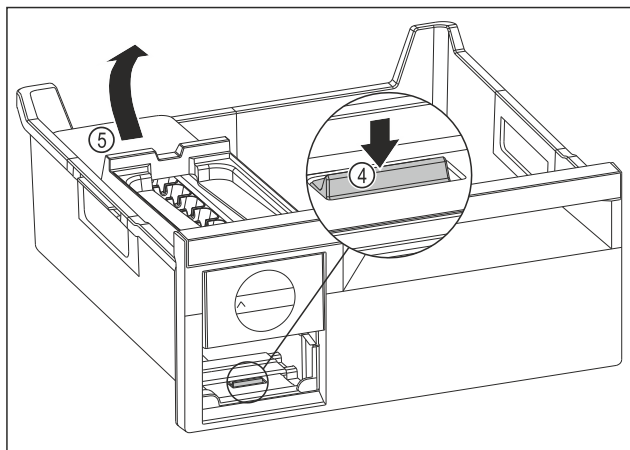

Fig. 105
- Retirer le corps de l'EasyTwist-Ice : Avec le doigt, pousser la languette Fig. 105 (4) vers le bas tout en soulevant de l'autre main le corps de l'EasyTwist-Ice Fig. 105 (5) depuis l'arrière.